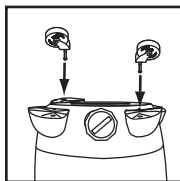

FIGURA 7
6. Tome la arandela plana y colóquela sobre el vástago de la rueda. Inserte las ruedas en las bases colocando el vástago de las ruedas en los orificios provistos. Aplique presión y torsión hasta que las rueditas hayan encajado en su lugar. **FIGURA 7.**